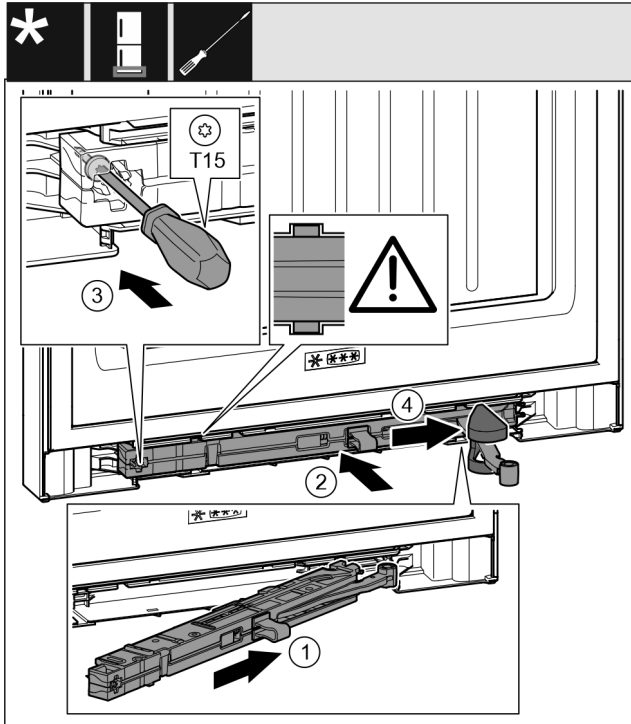

Fig. 46
- ▶ Uždarymo amortizatoriaus mazgą atraminės gembės pusėje įstrižai įkiškite į griovelį. Fig. 46 (1)
- ▶ Įstumkite visą uždarymo amortizatoriaus mazgą į griovelį. Fig. 46 (2)
- ▶ Atsuktuvu T15 tvirtai prisukite varžtą. Fig. 46 (3)
- ▶ Dengiamąją plokštelę pastumkite virš lanksto. Fig. 46 (4)